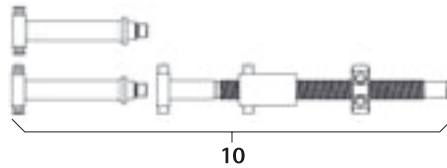

Fig. 16
- Montage du distracteur à broche 10, voir Fig. 16.